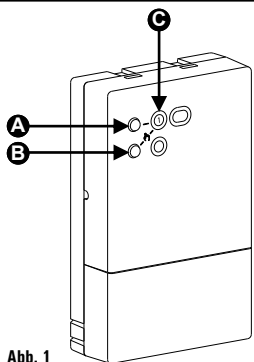

Abb. 1
LED (C) siehe Abb. 1)
SELBSTLERMODUS - TASTE (A) Abb.1)
MANUELLES SCHALTEN DES RELAIS - TASTE (B) Abb.1)
- Funk-Empfänger einschalten: drücken Sie die Taste (C) danach blinkt die LED für einige Zeit in der Initialisierungsphase.
- Drücken sie nun die entsprechende Taste des Kanals, welchen zugeordnet werden soll. Abb.1 (A) für Kanal 1. Der Selbstlernmodus startet und die LED blinkt gelb, mit hoher Frequenz (schnell).
- Drücken der Tasten (A) und (B) (siehe Abb.1)
- Warten bis die LED (C) blinkt
Um das System zu testen, ist es möglich, das Ausgangsrelais durch Drücken der Taste (B) Abb.1 zu schalten. Durch Drücken der Taste nimmt der Ausgang nacheinander die folgenden Zustände ein: